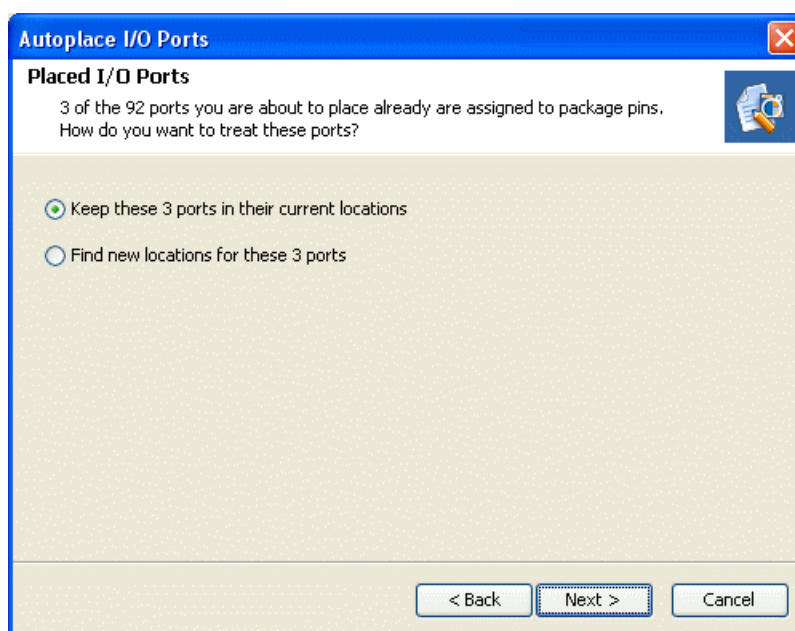

図 8-24 : Autoplace I/O Ports ウィザード
4. 既にパッケージ ピンに割り当てられている I/O ポートのみを選択すると、図 8-24 に示すページが表示されます。